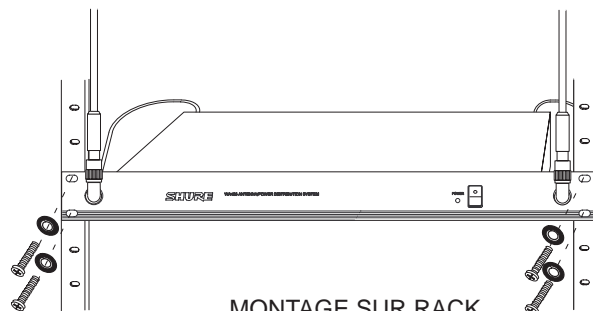

FIGURE 6
2. Le fixer au moyen des vis fournies (figure 6).